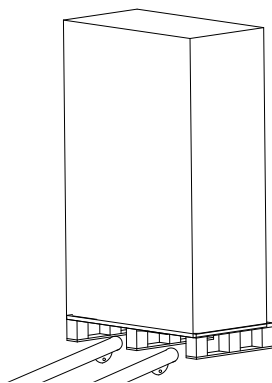

Figure 2-2 Transport vers le site désigné
2. Transporter l'équipement au site désigné par chariot élévateur, comme le montre la figure 2-2.